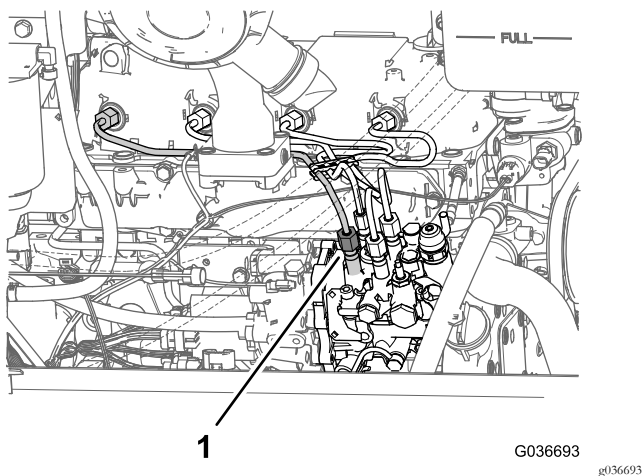

图47
1. 拧松喷射泵上油缸 1 号喷油器上的集油管螺母 图47。